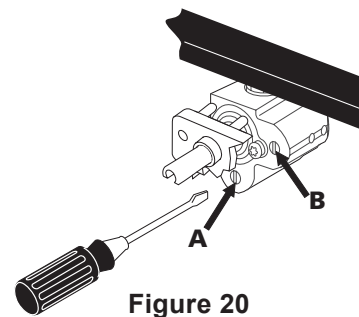

Figure 20
- La llama de la porción interior (cocción a fuego lento) del quemador doble o la llama de la porción trasera del quemador puente se puede aumentar o reducir girando el tornillo A. Use el tornillo B para ajustar el tamaño de la llama de la porción exterior del quemador doble o de la llama de la porción central del quemador puente (Figure 20). Gire el tornillo a la izquierda para aumentar el tamaño de la llama. Gire el tornillo a la derecha para reducir el tamaño de la llama. Ajuste el tamaño de la llama hasta que pueda girar la perilla rápidamente desde la posición **LITE** (encender) hasta el ajuste mínimo sin que se apague la llama.